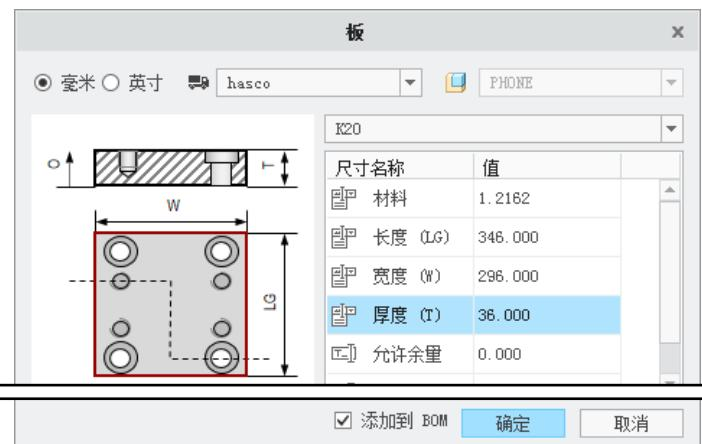

图 31.46 “板”对话框
系统弹出图 31.46 所示的“板”对话框，在对话框中双击 **厚度 (T)** 后的下拉列表，选择厚度值 **36.000**，然后单击 **确定** 按钮。